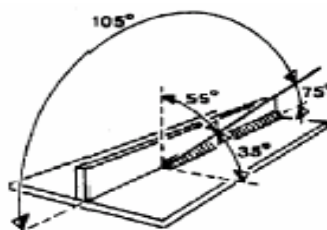

Abbildung 3-3
- Schritt11: Halten Sie den Draht bei eingestelltem Lichtbogen etwa in einem Winkel von 35°. (Vergleiche Abbildung 3-3)